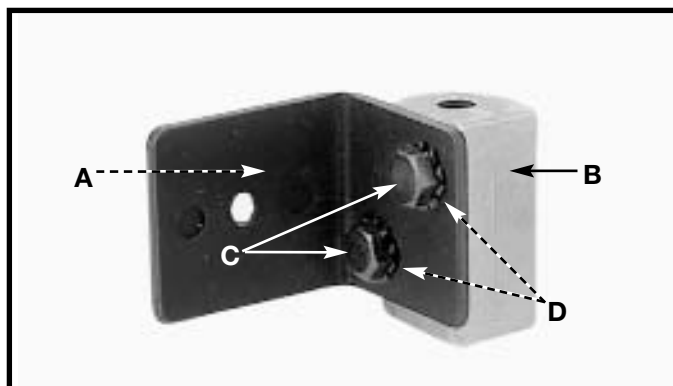

Fig. 9
2. Afiance el soporte de apoyo del hendidor (A) Fig. 9 al soporte del hendidor (B) haciendo uso de los dos tornillos de 1/4-20x1/2" de largo (C), que fueron quitados anteriormente del soporte del hendidor (B), y dos arandelas (C) de cierre de dientes externos de 1/4 de pulg. como se ilustra aquí.
AVISO: No apriete totalmente fig. 9 del (C) de los tornillos en este tiempo.